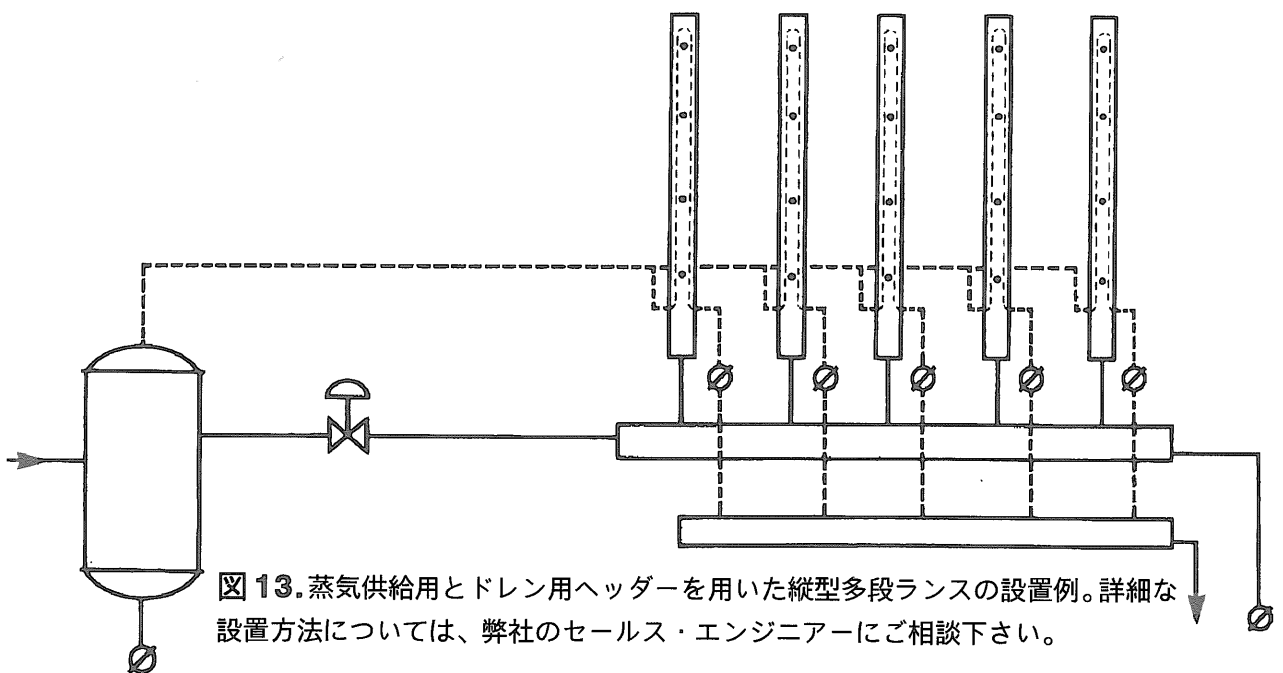

図 13. 蒸気供給用とドレン用ヘッダーを用いた縦型多段ランスの設置例。詳細な設置方法については、弊社のセールス・エンジニアにご相談下さい。
4.2 ランスを縦型に設置している場合は、水平の供給配管でドレンを排出してください。マニホールドの使用が必要な場合があります。図 13 参照。